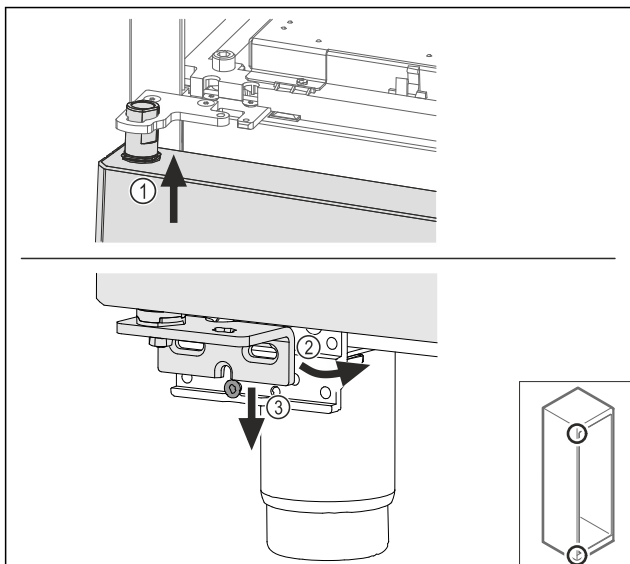

Fig. 68
- ▶ Rahlo nagnjena vrata vstavite zgoraj Fig. 68 (1), poravnajte vrata Fig. 68 (2) in jih spodaj postavite na vijak ležajnega podstavka Fig. 68 (3).